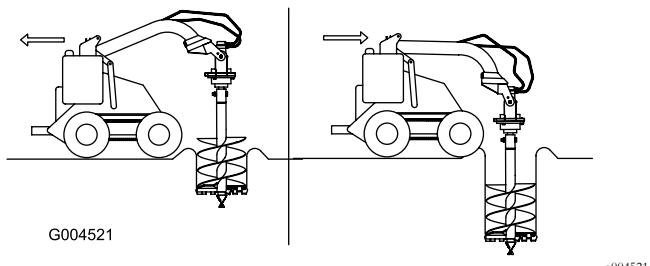

Figura 10
6. Abbassate la trivella lentamente mentre il terreno viene smosso. Mentre scavate più in profondità, spostate la trattice indietro o in avanti, come necessario per mantenere la trivella verticale (Figura 10).